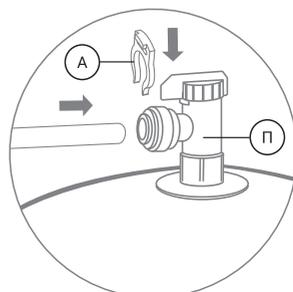

Рис. 23
5. Подключите свободный конец синей трубки 1/4", идущей от фитинга-тройника угольного постфильтра к вентилю (П) накопительного бака: вставьте пластиковую трубку в вентиль (П) до упора (рис. 23), для герметизации соединения приложите дополнительное усилие, при этом трубка утопится еще примерно на 3 мм и будет плотно обжата резиновым кольцом фитинга. Установите стопорную клипсу (А) из комплекта поставки.